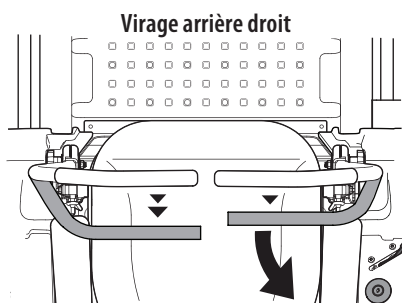

Figure 31
2. Pour faire demi-tour en marche arrière, déplacez le levier de contrôle droit en avant du levier de contrôle gauche (Figure 31).